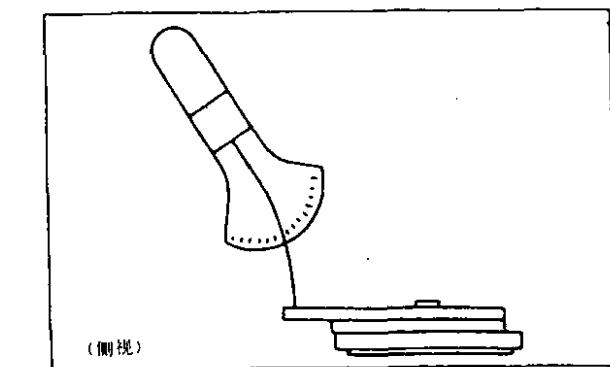

图1-10
2. 按图1-10所示，将带盘惰轮置于其中心位置。
3. 通过张力测量计，沿箭头→④方向推压带盘惰轮，以使其与从动惰轮分离。